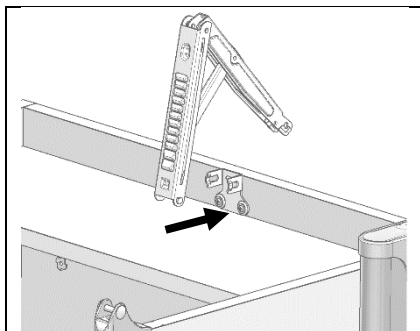

Рис. 12
5.4.2 Фиксатор столешницы Multiflex (поз. 1, пакет №9а) нижней частью ввести в кронштейн нижний, (см. рис. 12; 12а).
Рис. 12а